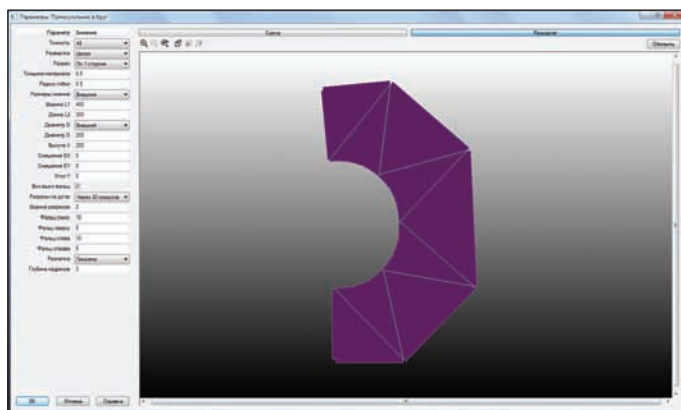

Рис. 8. Разметка под гибку (синие линии)
**Разметка под гибку.** Предусмотрено несколько вариантов нанесения разметки под гибку на развертку детали. Наиболее простой способ отметить линиюгиба – нанести надрезы в ее начале и в конце. Другой способ окажется полезен, если оборудование имеет специальный инструмент для нанесения разметки. В детали могут включаться линиигиба (рис. 8), по которым на этапе проектирования обработки листа будут сформированы команды перемещения соответствующего инструмента.